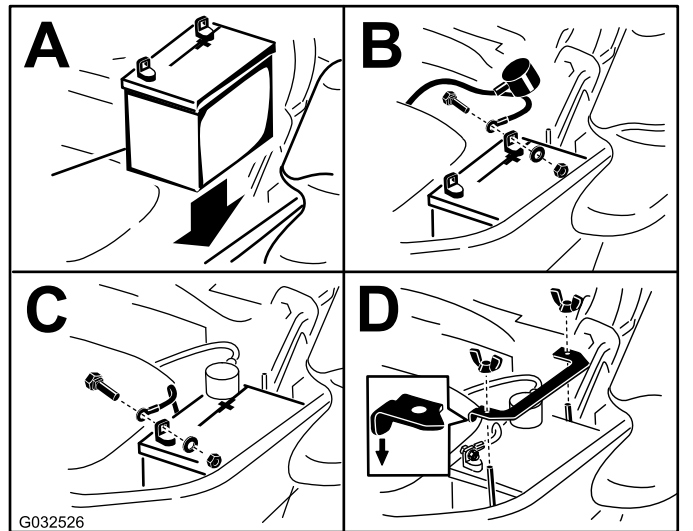

Figura 57
**Nota:** Coloque la batería en la bandeja, con los bornes frente al depósito de aceite hidráulico (Figura 57).